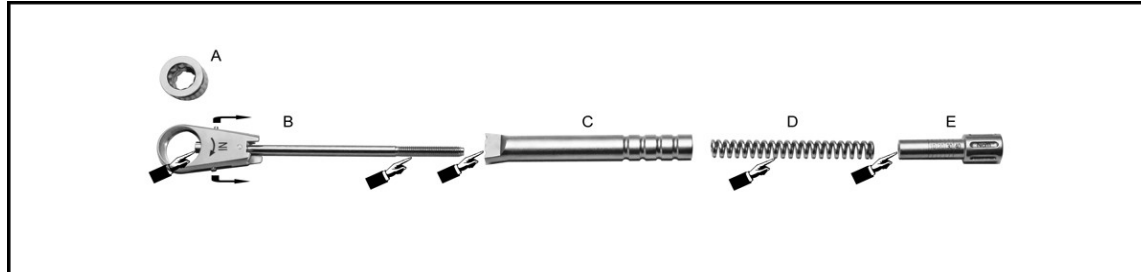

Bild 6
- I. Das Ratschenrad (Bild 6-A) entfernt man aus dem Ratschenkopf (Bild 6-B) durch Ziehen des Stiftes in Richtung des Ratschengriffs.
- II. Die Einstellschraube (Bild 6-E) gänzlich vom Ratschengriff (Bild 6-C) schrauben.
- III. Ratschengriff (Bild 6-C) entfernen und Feder (Bild 6-D) entnehmen.
- II. Stülpen Sie den Ratschengriff (Bild 6-C) über die Gewindestange bis zum Ratschenkopf (Bild 6-B).
- III. Schieben Sie nun die Feder (Bild 6-D) in den Ratschengriff (Bild 6-C).
- IV. Schrauben Sie jetzt die Einstellschraube (Bild 6-E) in den Ratschengriff (Bild 6-C), bis Sie den Widerstand der Feder spüren.
- V. Das Ratschenrad (Bild 6-A) wird durch Ziehen an den beiden Pinenden (gekennzeichnet) in Richtung Ratschengriff in den Ratschenkopf (Bild 6-B) eingesetzt.